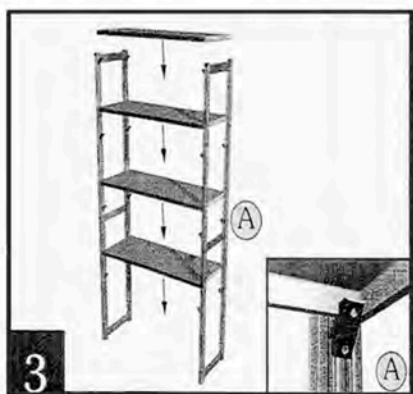

Рис.3 Установка полок
3. Установите спаренные стойки на расстоянии 700мм, 1000мм (в зависимости от типоразмера полок) кронштейнами друг к другу, опустите одну сторону полки на кронштейны до упора, а затем с усилием нажмите на противоположный край полки до полного зацепления (рис.3)